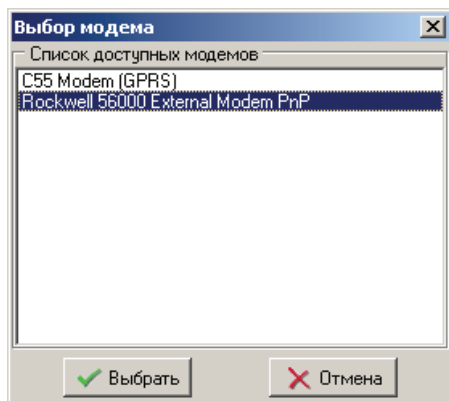

Рисунок 4.13
4.2.1.7 Нажать на кнопку **Считать**. Если в операционной системе установлено (проинсталлировано) несколько модемов, то откроется окно **Выбор модема** (см. рисунок 4.13), в котором необходимо выбрать модем из списка доступных модемов.